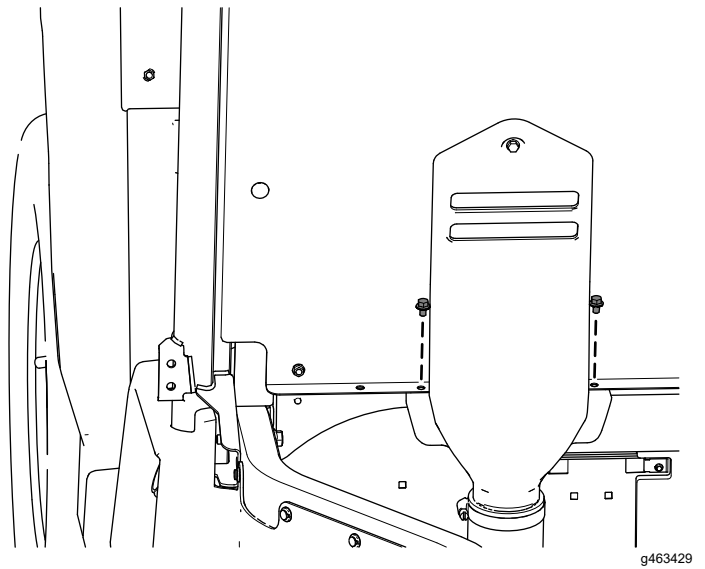

Figura 29
- G. Fije la parte inferior de la campana de admisión de la CVT en el panel de los asientos con los 2 pernos con arandela prensada ($\frac{1}{4}$ " x $\frac{3}{8}$ ") que se retiraron anteriormente, tal y como se muestra en la Figura 29.